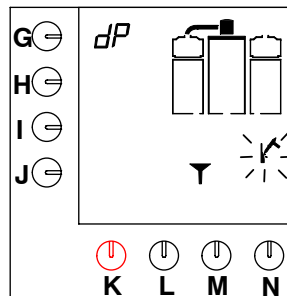

Fig. 19 El sistema de preparación de café necesita una solución descalcificadora.
- Suena una señal, aparece intermitentemente el símbolo del martillo, y se muestra un embudo en el display, vea fig. 19 .